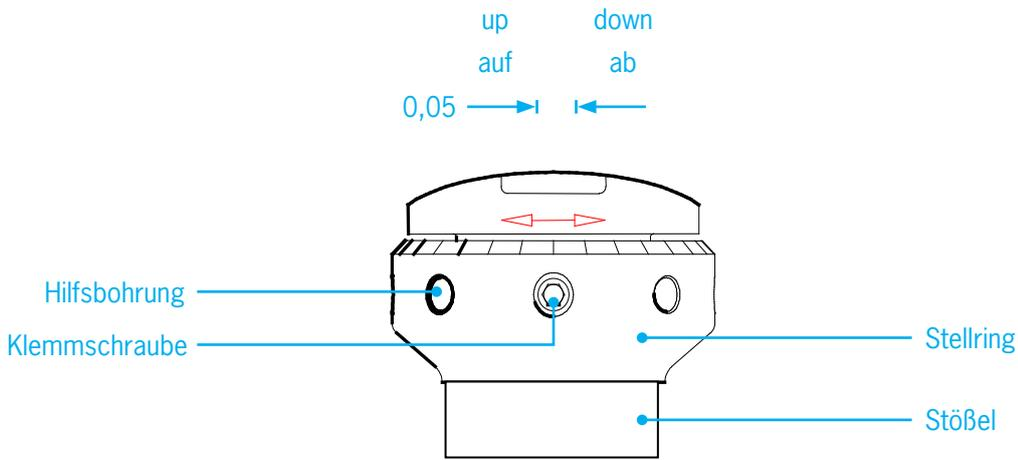

Abb. 5
- Druckschraube SW 2,5 am Stellring lösen (**Abb. 5**); Stellring ist verstellbar.
- Zustellen des Stellringes um $\frac{1}{2}$ Umdrehung, dies geschieht mit Hilfe eines geeigneten Werkzeuges (z.B. Innensechskantschraubendreher); in den entsprechenden Hilfsbohrungen im Stellring (**Abb. 5**).
- Stellring durch Festziehen der Druckschraube (**Abb. 5**) fixieren.
- Stellung in Drehrichtung „up“ auf Festanschlag des Stößels stellen (Abb. 5)
- Stellring am Stößel 1 bis 2 Umdrehung in Richtung „down“ drehen und mit Klemmschraube sichern (siehe Abb. 5).
- Stelling in Drehrichtung „up“ auf Festanschlag des Stößels stellen (Abb. 5)